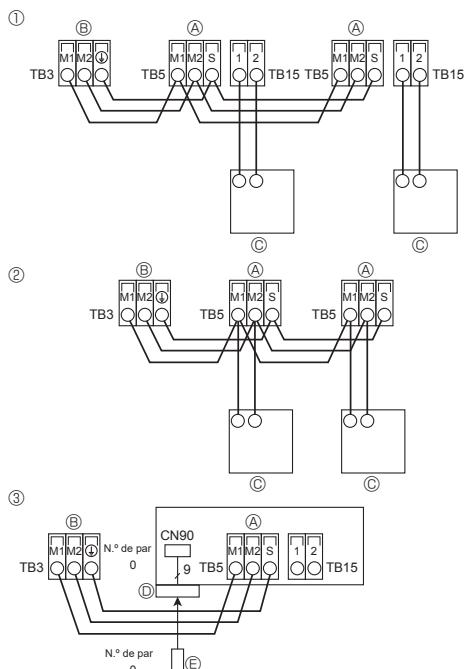

Fig. 5-8
5.4. Conexión de los cables de transmisión del mando a distancia y de las unidades exterior e interior (Fig. 5-8)
- ① Mando a distancia MA
② Mando a distancia M-NET